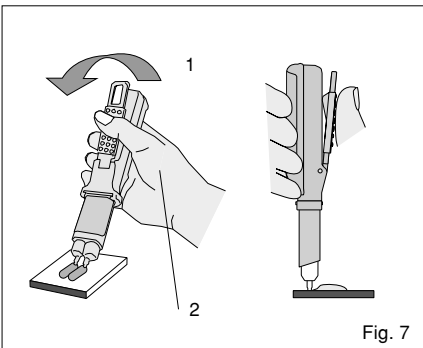

Fig. 7
- c. Pendant que vous abaissez le levier, égalisez et coupez la quantité de matériau extraite des embouts de la cartouche en positionnant la cartouche et le distributeur en position verticale sur le bloc de mélange. (Fig. 7)
- a. Mientras presione la palanca, nivele e interrumpa el material que sale de las puntas del cartucho moviendo el cartucho y el aplicador a una posición vertical sobre el bloque de mezclas. (Fig. 7)